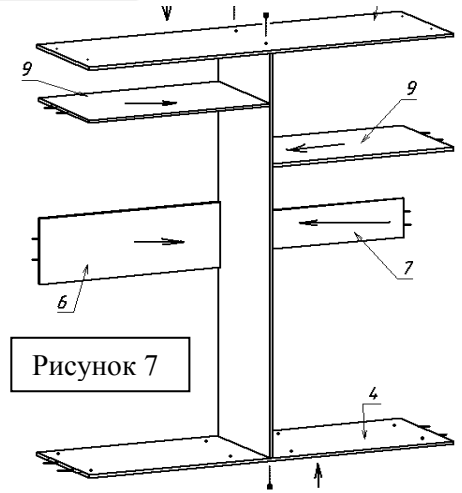

Рисунок 7
4. Используя евровинт 50мм, эксцентрики на 16 мм. и дюбеля быстрого монтажа, стянуть между собой детали (поз. 1,2,3,4,5,6,7,9). См. рисунок 7.